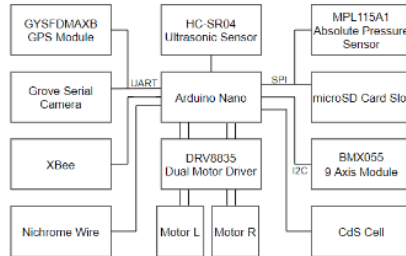

Fig. 3-1 システム図
- ・ Fig. 3-1にシステム図を示す。電源としてロジック用とモーター・ニクロム線用にそれぞれ一つずつ3Sリポバッテリーを用いる。